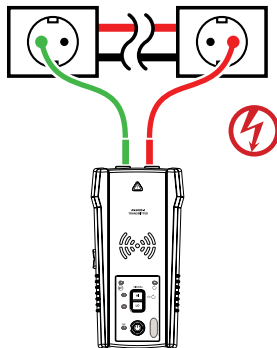

Figure 3.1a
2. Connectez le câble rouge au fil de ligne/phase sous tension (sur le côté charge du système). Le signal sera **UNIQUEMENT** transmis entre le côté charge auquel le transmetteur est raccordé et la source d'alimentation (voir figure 3.1a).